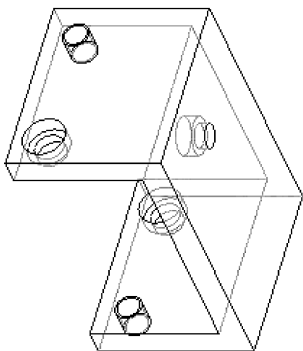

图 6-121 编辑定义的孔 3
(1) 右击孔 3 特征, 在弹出的菜单中单击【编辑定义】选项, 打开【孔】操控面板。
(2) 单击操控面板下方的【位置】按钮, 在打开的位置下拉面板中将 FRONT 基准平面的偏移量修改为 0.00, 与 TOP 基准平面的偏移量修改为 28.00, 如图 6-120 所示。单击  完成孔 3 的编辑定义, 如图 6-121 所示。